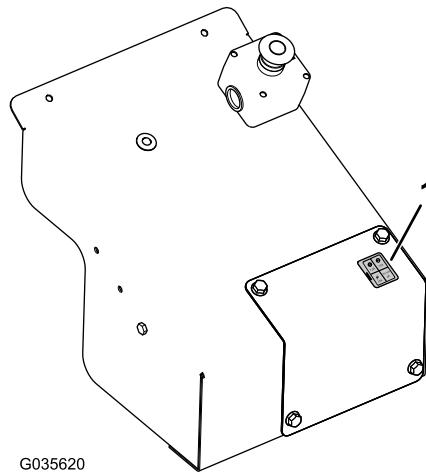

Рисунок 22
13. Прикрепите наклейку предохранителей на крышку устройства перехода на ручное управление (Рисунок 22).